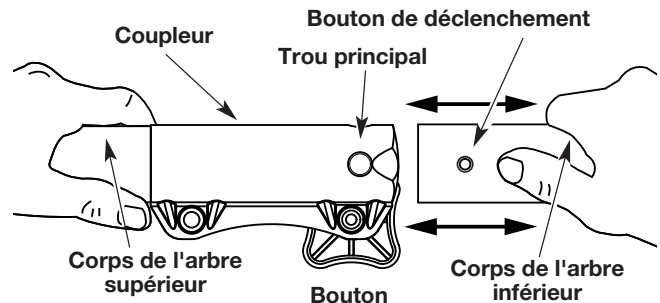

Fig. 2
3. Tenez fermement le corps de l'arbre supérieur et retirez l'accessoire de turbosouffleuse ou autre du coupleur (Fig. 2).
3. Tenez fermement l'accessoire et enfoncez-le tout droit dans le coupleur (Fig. 2).
MISE EN GARDE : verrouillez le bouton de déclenchement dans le trou principal (Fig. 2) et vissez bien le bouton avant de faire marcher l'appareil.